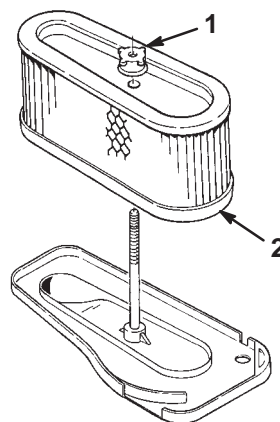

Bild 22
10. Schrauben Sie die Gummimutter los und entfernen Sie den Papiereinsatz (Bild 22).
- Drehen Sie die Gummimutter mit der Hand gegen den Luftfilter (Bild 22).